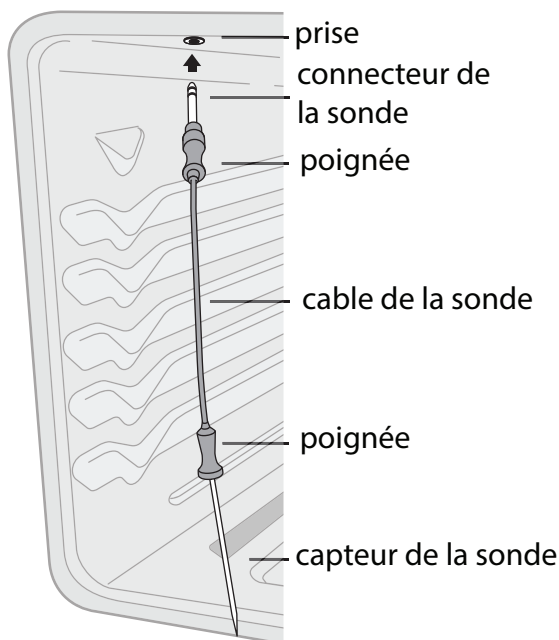

Figure 13 : Utilisation de la sonde
N'utilisez pas d'ustensiles de cuisine pour tirer sur le câble ou les poignées de la sonde. En tout temps, insérez et retirez la sonde à l'aide de ses poignées (voir figure 13) et utilisez toujours des maniques pour vous protéger les mains contre les brûlures.
2. Branchez le connecteur de la sonde dans la prise située à l'intérieur du four (assurez-vous que le four est froid). La prise de la sonde est située dans le coin supérieur gauche de la paroi interne de la cavité du four (voir figure 13).